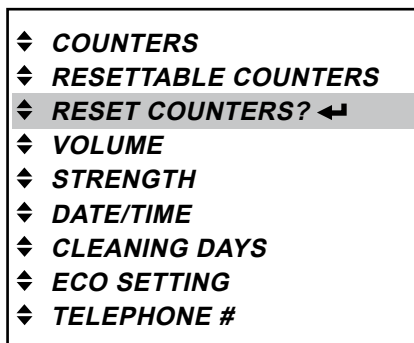

Рис. 56
- Перейдите в режиме оператора к меню «RESET COUNTERS?» (СБРОСИТЬ СЧЕТЧИКИ?) и нажмите кнопку ввода ← для его вызова (Рис. 56).